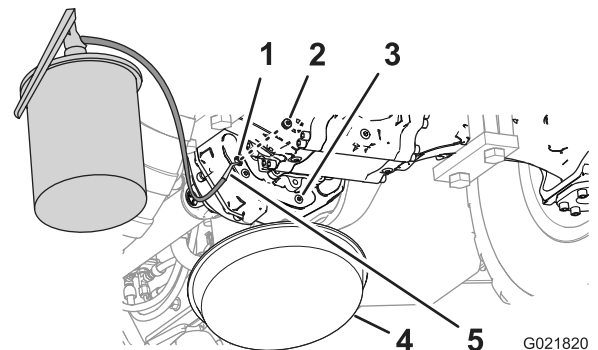

Bild 74
5. Setzen Sie eine der Schrauben in die Ablassöffnung des Getriebes ein (Bild 74).
6. Füllen Sie Öl der angegebenen Sorte durch die Schauglasöffnung in das Getriebe, bis der Ölstand an der Unterseite des Schraubengewindes der Öffnung liegt (Bild 74).
8. Setzen Sie die verbleibende Schraube in die Schauglasöffnung des Getriebes ein (Bild 74).